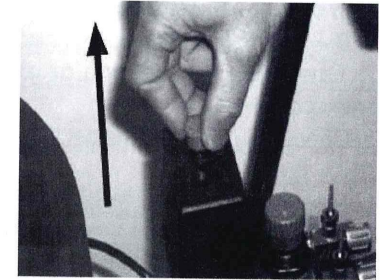

Рис. 4
9. Включите компрессор красной кнопкой реле давления, потянув ее вверх (Рис. 4).